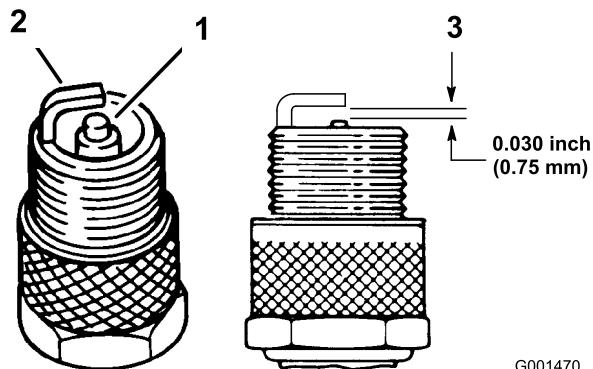

Figura 38
1. Controllate la parte centrale delle candele (Figura 38). Se l'isolatore è di color marrone chiaro o grigio, il motore funziona correttamente. Una patina nera sull'isolatore significa in genere che il filtro dell'aria è sporco.
3. Controllate la distanza tra gli elettrodi centrale e laterale (Figura 38). Piegate l'elettrodo laterale (Figura 38) se la distanza non è corretta.
3. Collegate i cappellotti alle candele (Figura 38).